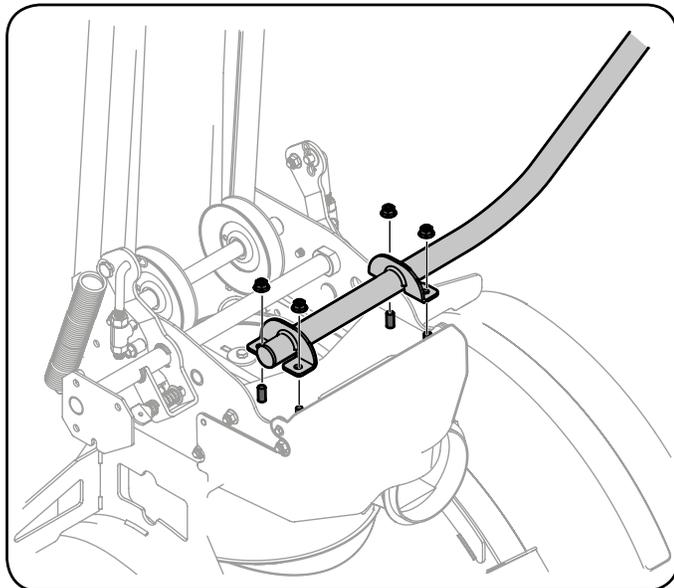

Рисунок 3-15
1. С помощью двух ключей на $\frac{9}{16}$ » (14 мм) притяните коленчатую рукоятку к корпусу шнека четырьмя фланцевыми гайками (см. рис. 3-15).